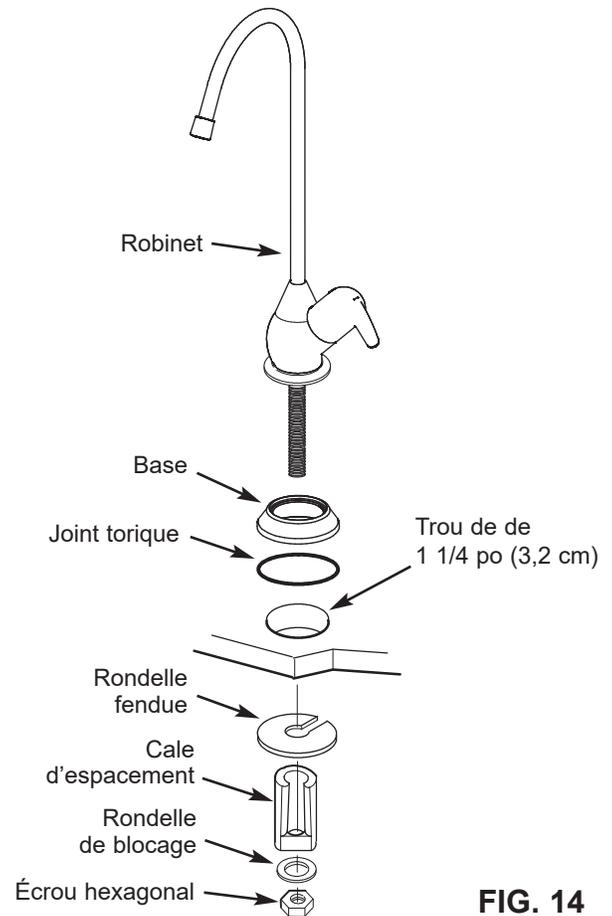

FIG. 14
2. Engagez le joint torique dans la gorge inférieure de la base, puis glissez la base sur la tige du robinet. Voir la figure 14.